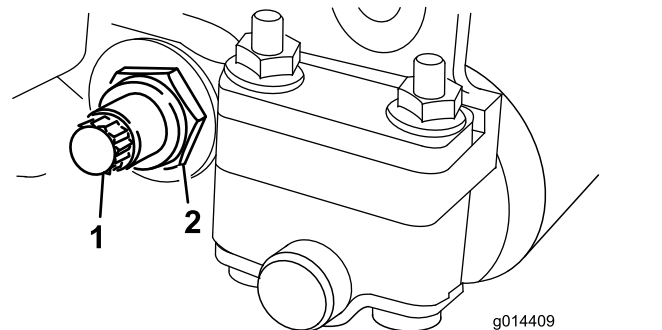

Figura 21
3. En cada lado de la máquina, afloje la contratuerca que sujeta el perno de la barra de asiento (Figura 21).
4. Retire cada perno, para poder tirar de la barra hacia abajo y retirarla de la unidad de corte (Figura 21).